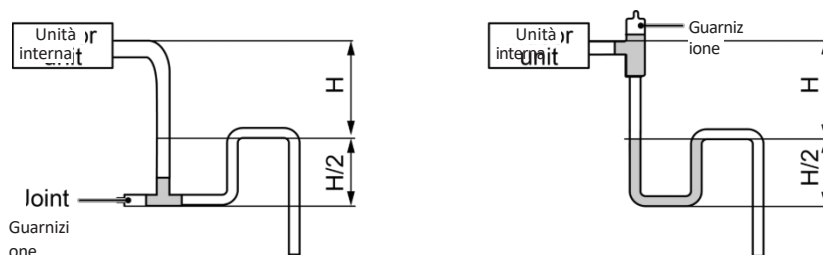

Fig. 4.12
- 6 Installare il sifone come indicato nella Fig. 4.12.